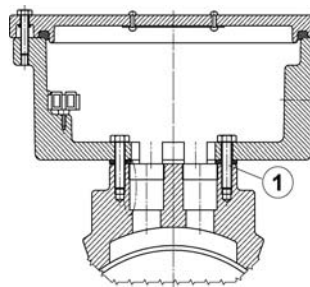
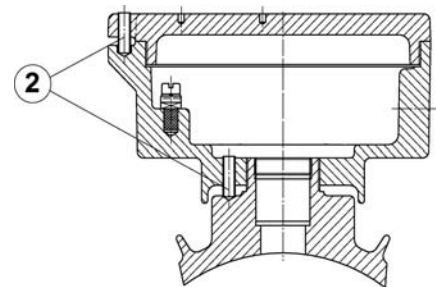

Abbildung 3: Anschlussraum mit Befestigungsschrauben ①
Abbildung 4: Anschlussraum mit Gewindestift ②
Öffnen Sie den Kasten durch Lösen der Deckelschrauben (Abbildung 3: Anschlussraum mit Befestigungsschrauben ①, Seite 12) oder bei Ausführung mit Gewindestift ② (Abbildung 4: Anschlussraum mit Gewindestift, Seite 12) durch Zurückdrehen des Gewindestiftes und anschließendem Aufdrehen des
Anschlussräume, die entsprechend Abbildung 4 befestigt sind, dürfen Sie vom Gewindeanschlag maximal eine Umdrehung zurückdrehen.